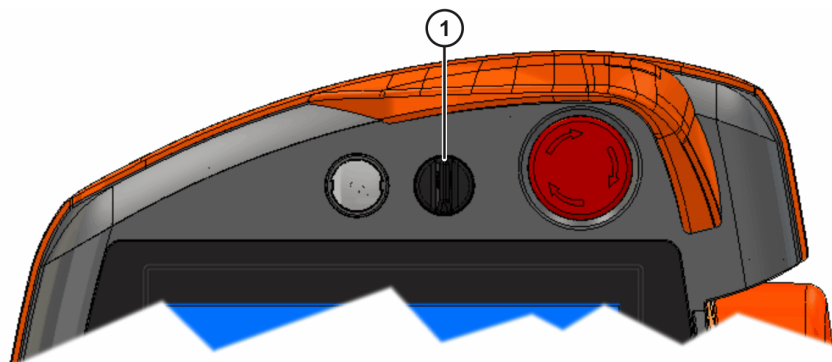

Fig. 5-1: Interruttore a chiave
3. Portare l'interruttore a chiave (>>> *Fig. 5-1*) in posizione **Funzionamento** (simbolo: lucchetto aperto).